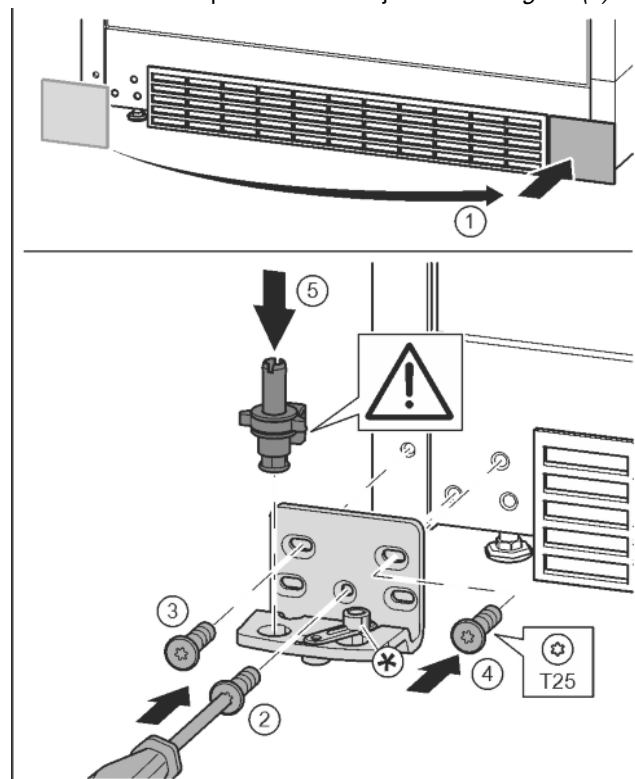

Fig. 14
- ▶ Odoberte kryt a pripevnite ho na druhú stranu. Fig. 14 (1)
- ▶ Ložiskovú konzolu nasadíte na druhú stranu a priskrutkujete ju pomocou skrutkovača T25. Začnite skrutkou 2 dole v strede. Fig. 14 (2)
- ▶ Pevne zaskrutkujete skrutku 3 a 4. Fig. 14 (3, 4)
- ▶ Ložiskový čap úplne nasadíte. Dbajte pritom na to, aby zárez dorazu ukazoval smerom dozadu. Fig. 14 (5)